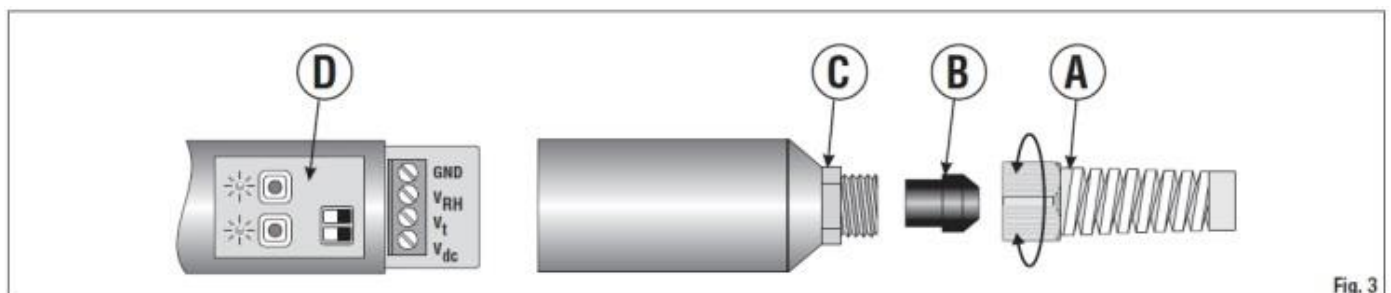

Fig. 3
Befolgen Sie die aufgeführten Schritte, um auf die Transmitter-Klemmplatine zugreifen zu können (siehe Abb. 3):
- Um Zugriff auf die Platine zu erhalten, drehen Sie die Kabeldurchführung „A“ heraus (siehe Abb. 3). Halten Sie das Kabel fest, um Verdrillungen zu vermeiden. Entfernen Sie das Gummistück und schrauben Sie das Unterteil des Instruments ab.